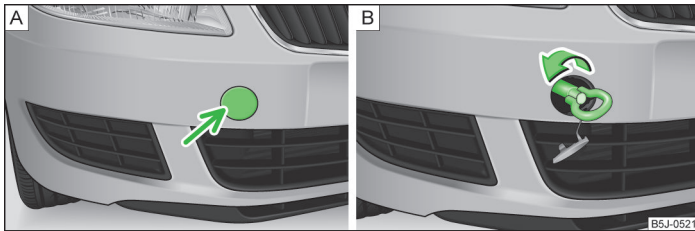

Fig. 148 Parachoques delantero: Caperuza protectora/montaje de la argolla de remolque
- Presione la mitad izquierda de la caperuza protectora en la dirección de la flecha » fig. 148 - **A**.
- Enrosque manualmente la argolla de remolque girándola hacia la izquierda hasta el tope » fig. 148 - **B**. Para fijar la argolla recomendamos utilizar p. ej. la llave para rueda, la argolla de remolque de otro vehículo u otro objeto parecido que se pueda pasar por la argolla.